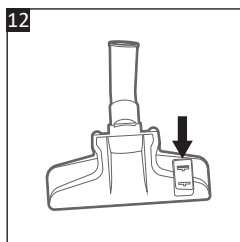

Fig. 12
Perii periei de pardoseală (18) pot fi reglați în funcție de tipul de pardoseală care urmează să fie curățată (Fig. 12).
- Apăsați  pe Comutatorul periei de pardoseală (17) pentru a extrage perii atunci când curățați podele dure care nu sunt susceptibile la zgârieturi.
- Apăsați  pe Comutatorul periei de pardoseală (17) pentru a retracta perii atunci când curățați mochete, covoare sau suprafețe dure.